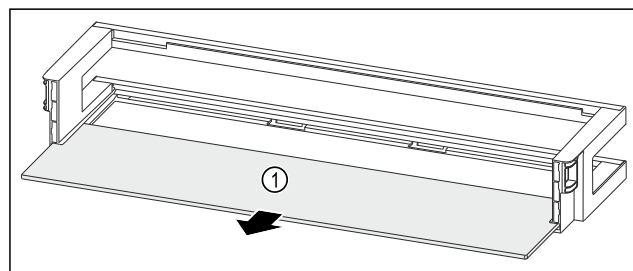

Fig. 95 Deurrek met draagplateau
- Draagplateau Fig. 95 (1) verwijderen.